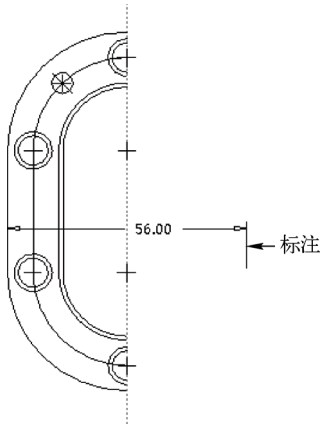

图 4-16 标注对称尺寸
STEP 04 移动鼠标指针至合适位置, 单击鼠标中键, 标注尺寸, 再次单击鼠标中键, 即可完成对称尺寸的标注, 效果如图 4-16 所示。